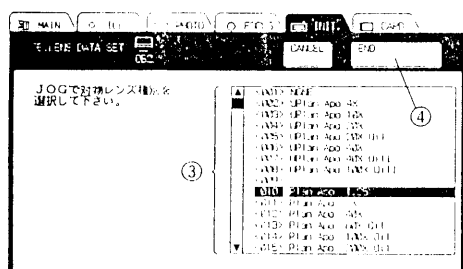

図 14
- 2) 設定する対物レンズNo. ②を押すと、図14の画面となり、レボルバが回転し、指定されたレボルバ位置の対物レンズが光路に入ります。